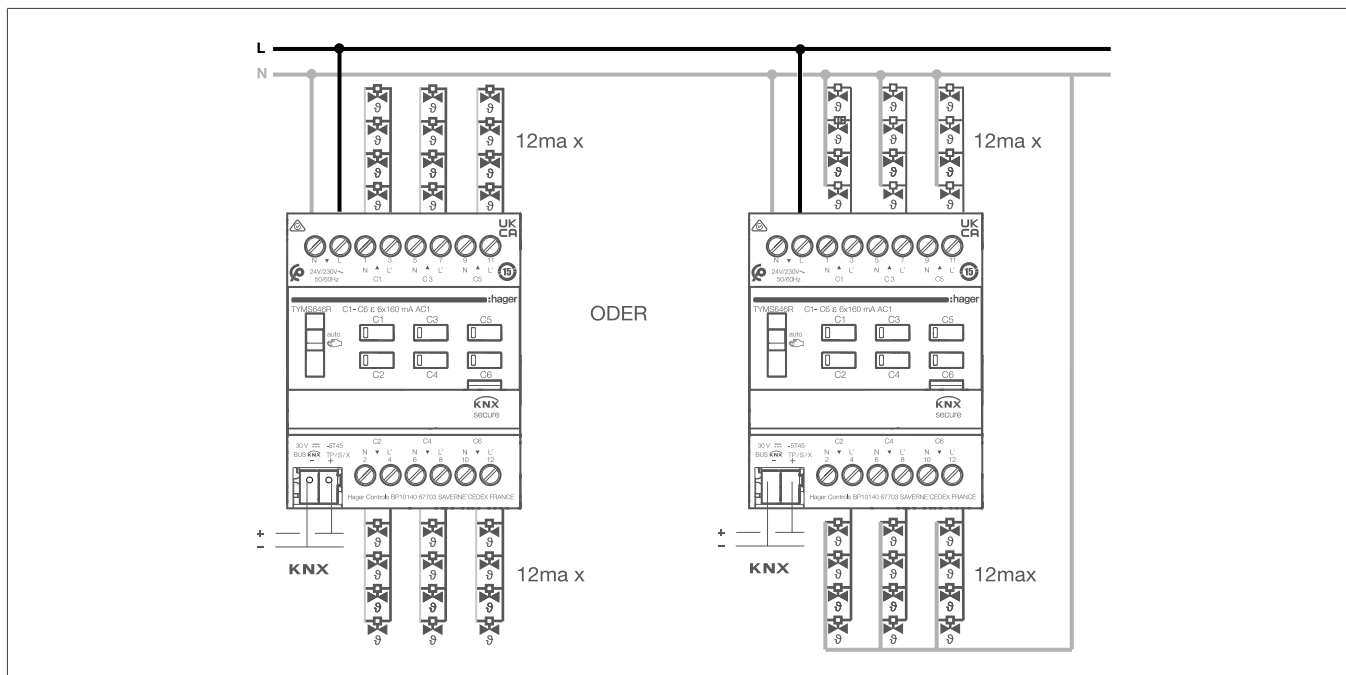

Fig. 7: Schema di collegamento per elettrovalvole con alimentazione a 230 V~
- Collegare la tensione di rete a 230 V AC secondo lo schema di collegamento (Bild 7).
- Collegare le elettrovalvole secondo lo schema di collegamento (Bild 7).